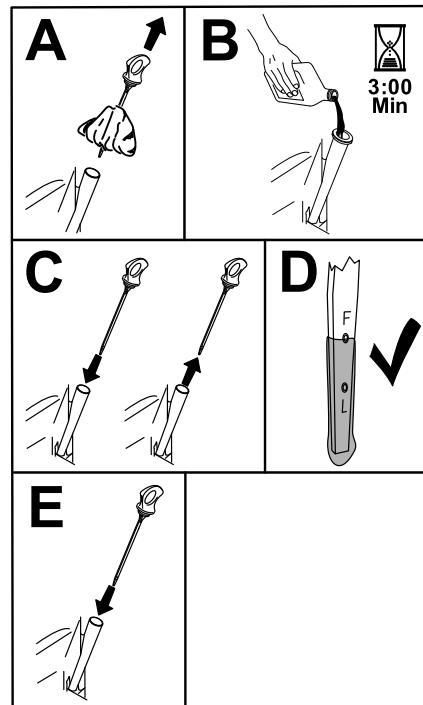

Figura 41
- Vierta lentamente un 80 % aproximadamente del aceite especificado por el tubo de llenado, luego añada lentamente el resto del aceite hasta que llegue a la marca de Lleno (Figura 41).